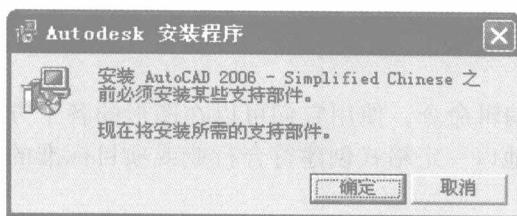

图 1-2 “Autodesk 安装程序”对话框
- 1) 将 AutoCAD 光盘插入计算机的 CD-ROM 驱动器中，在打开的资源管理器中，双击安装程序文件 setup.exe。弹出对话框，如图 1-2 所示，提示在安装 AutoCAD 之前，需安装支持部件。